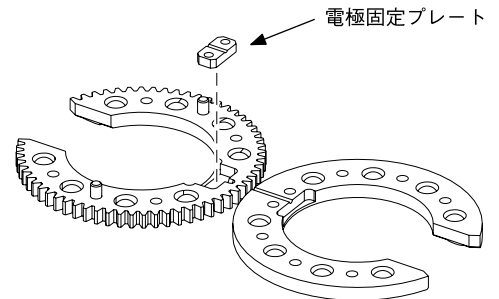

図 38：電極固定ねじを取り外す
9. 電極固定プレートを取り外し、目の細かい研磨パッドを使用してクリーニングを行います。図 38 をご参照ください。